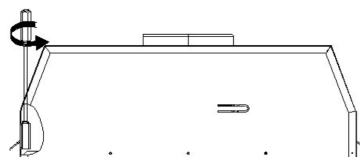

Рис. 2
1. За допомогою викрутки поверніть гвинт застіжки за годинниковою стрілкою, після чого застібка підніметься. Ви можете відрегулювати застібку в потрібне положення. Див. рис. 2.